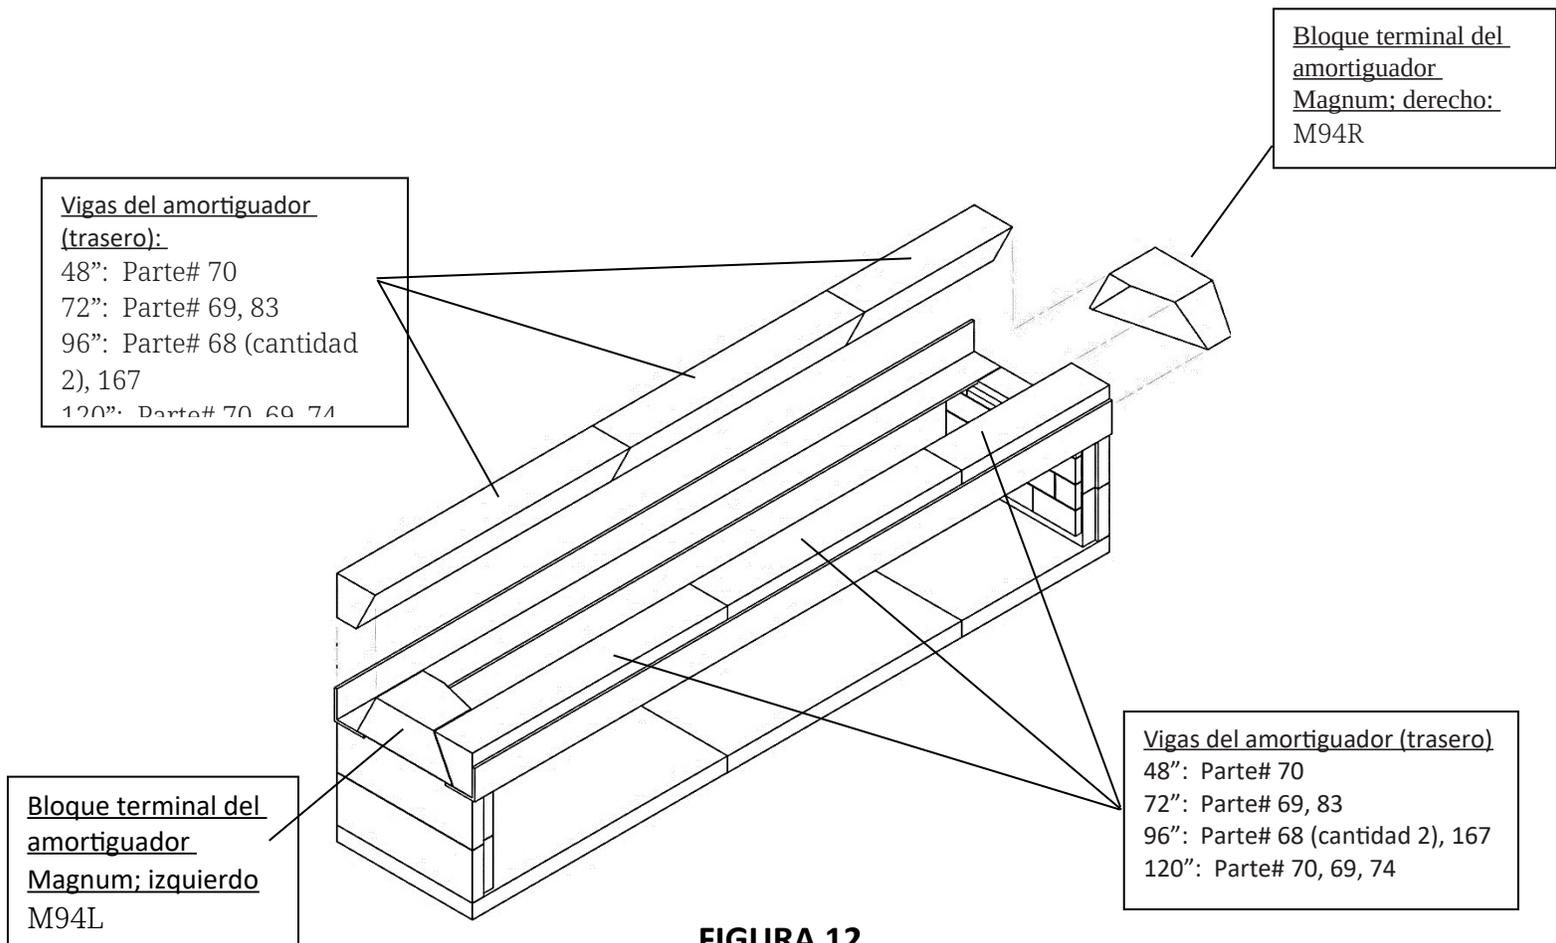

FIGURA 12
6) Los hogares se entregan con un conjunto de vigas de amortiguación de 8" de grosor, un grupo de componentes que debe montarse sobre las paredes laterales del hogar, las paredes traseras y el ángulo de acero (no hay ángulo de acero en el modelo de 48"). La viga del amortiguador está formada por piezas largas de dintel y dos (2) bloques cortos de extremo del amortiguador. Los dinteles serán iguales a la anchura del modelo del hogar al que sirven. Estos componentes se asientan en su estrecha base de manera que su cara biselada apunte hacia abajo y hacia el interior del hogar (Figura 12).
El bloque terminal del amortiguador está diseñado para asentarse en la pared lateral del hogar, entre el dintel delantero y el dintel trasero. Cada uno de los bloques extremos del amortiguador está diseñado para un lado específico de la unidad. Si se colocan correctamente, la cara vertical de cada bloque de extremo de amortiguador estará a ras de la cara exterior de la pared lateral del hogar. Asegúrese de mantener el extremo ancho del bloque final del amortiguador hacia la viga trasera del amortiguador. (Figura 12).